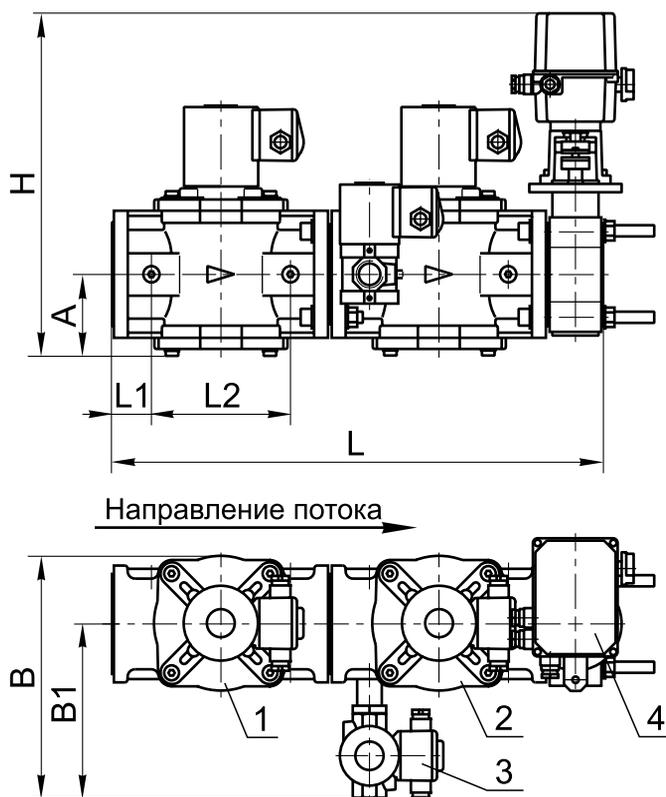

Рис. 11-78
Блок (рис. 11-78, 11-79) состоит из следующих основных узлов и деталей:
- справа по ходу газа (рис. 11-78);